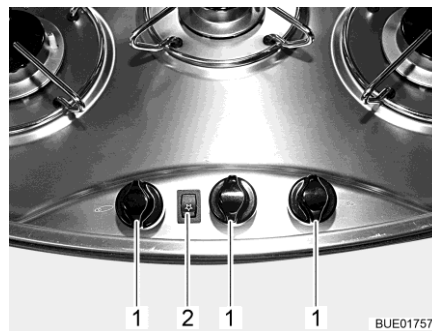
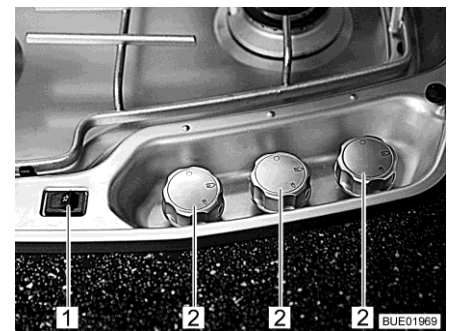

Fig. 234 Elementi di comando del fornello a gas
Fig. 235 Elementi di comando per fornello a gas (alternativa)
- Premere il pomello girevole (Fig. 234,1 o Fig. 235,2) dell'impianto a fiamma libera desiderato e ruotarlo in posizione accesa (fiamma alta).
- Premere l'interruttore a bilico (Fig. 234,2 o Fig. 235,1). Sul bruciatore vengono prodotte scintille.